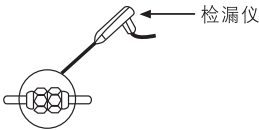

图33
- 3 在接口处用检漏仪或者肥皂水来检查是否有泄漏。(如图33)
- 4 用⑪塑料绝缘带把铜管和连接电缆包起来。